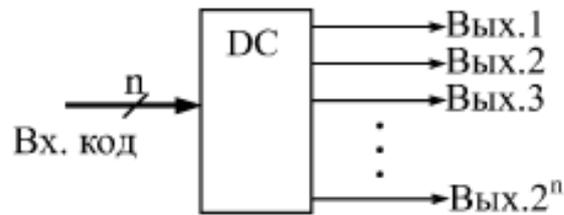

Рис. 3.4
**Дешифратор** -комбинационное устройство, преобразующее n-разрядный двоичный код в унарный код. Лог.1 в унарном коде появляется в том разряде, десятичный номер которого соответствует входному коду. Число входов  $n$  и выходов  $N$  в полном дешифраторе связано соотношением  $N=2^n$ . Если в работе дешифратора используется неполное число выходов, то такой дешифратор называется неполным. Так, например, дешифратор, имеющий 4 входа и 16 выходов, будет полным, а если бы выходов было только 10, то он являлся бы неполным. Функцию дешифратора можно представить в условном виде, как показано на рис. 3.4